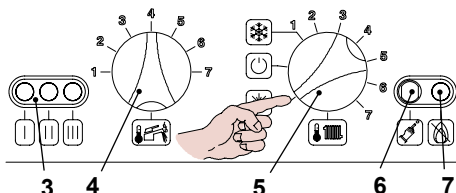

Fig. 2.4
- Gire el selector 5 como en Fig. 2.4; la luz de aviso 3 parpadea cada 2 segundos aproximadamente